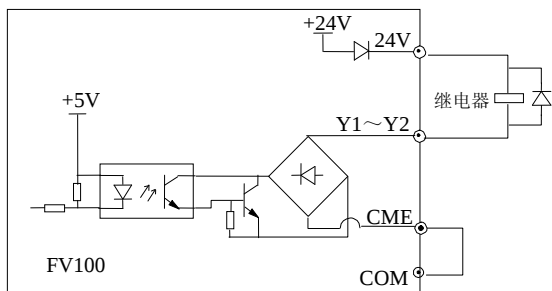
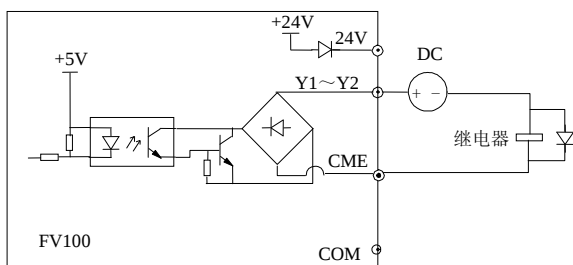

图 4-13 多功能输出端子接线方式 1
图 4-14 多功能输出端子接线方式 2
1. 多功能输出端子 Y1、Y2 可使用变频器内部的 24V 电源，接线方式请参见图 4-13。
2. 多功能输出端子 Y1、Y2 也可使用外部电源，接线方式请参见图 4-14。
5. 图 4-13、图 4-14 中，对于非 24V 继电器，应根据继电器参数选择合适的电阻，串接在继电器回路中。